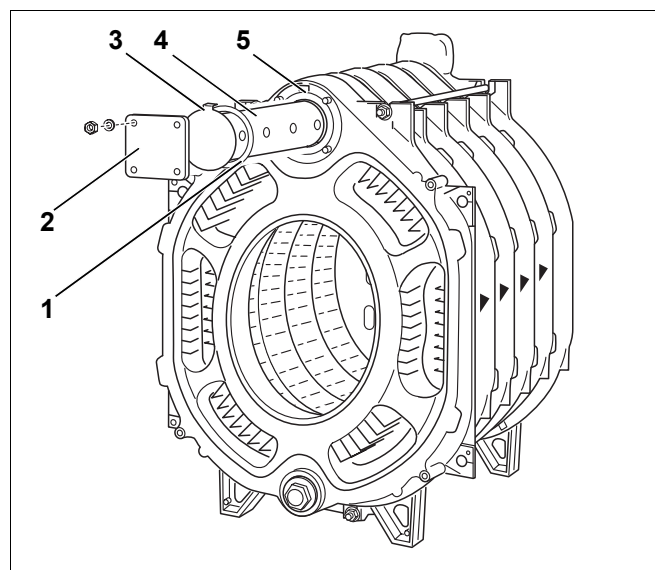

Bild 19 Montage – Einspeiserohr
- Flachdichtung (Bild 19, **Pos. 1**) über das Einspeiserohr (Bild 19, **Pos. 4**) schieben.
- Mit Blindflansch (Bild 19, **Pos. 2**) verschließen.
Der Nocken (Bild 19, **Pos. 3**) am Abschlussblech des Einspeiserohres muss sich in die Aussparung in der oberen Kesselnabe setzen (Bild 19, **Pos. 5**). Das Einspeiserohr ist dadurch in der Art fixiert, dass die Ausströmöffnungen des Einspeiserohres im richtigen Winkel stehen. Dadurch ist eine optimale Wasserverteilung im Bereich der oberen Kesselnabe gewährleistet.